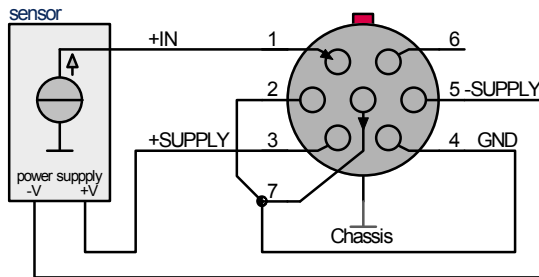

Abb. 3
- Sensoren mit Drei-Draht-Anschluß (bipolare Versorgung) können Signale beider Polarität 0 mA/4 mA ... 20 mA-Stromschleife. Das Signal besitzt beide Polaritäten. Abb. 3